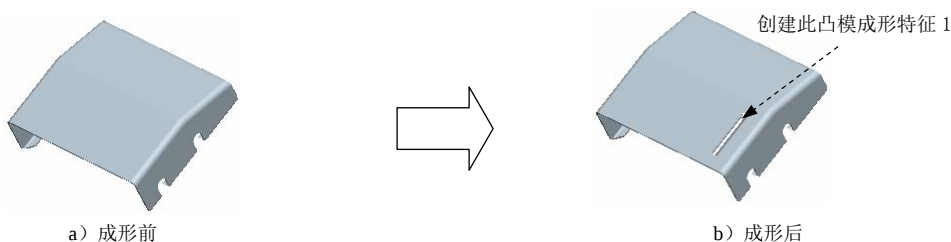

图 11.6.49 凸模成形特征 1
- (1) 选取镜像特征。在图形区选取 Step17 所创建的钣金拉伸切削特征 4 为镜像源。
- (2) 选择镜像命令。单击 **模型** 功能选项卡 **编辑** 下的  镜像 命令。
- (3) 定义镜像平面。选取 Step18 所创建的基准平面为镜像平面。
- (4) 单击按钮，完成镜像特征 1 的创建。
Step20. 创建图 11.6.49 所示的凸模成形特征 1。